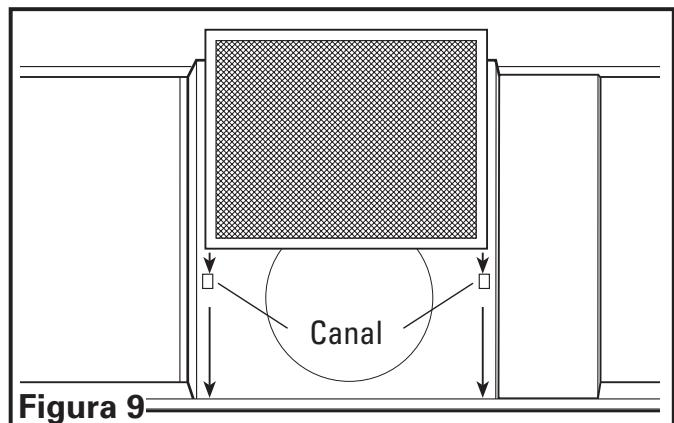

Figura 9
- Instale el filtro ajustando el mismo en el canal de la campana y deslizándolo hacia atrás hasta que se detenga contra la parte posterior de la campana (**Figura 9**).